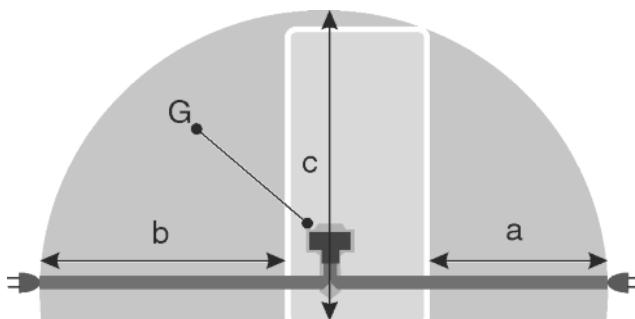

Fig. 43
- Розетка находится вне зоны задней стенки в данной зоне. Fig. 43 (a, b, c)
- Штекер устройства Fig. 43 (G) подсоединить с задней стороны устройства. Следить за правильной фиксацией.